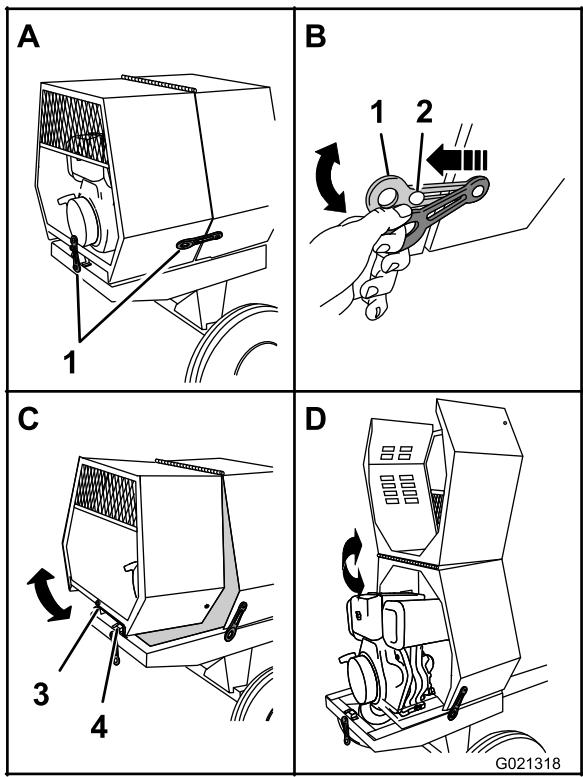

Figura 20
1. En el lado de la máquina, en la unión entre la cubierta delantera y la trasera, agarre el anillo del cierre y desengáñchelo del anclaje de la cubierta trasera (Figura 20).
3. En la parte trasera de la máquina donde la cubierta trasera se une al bastidor de la máquina, sujeté el anillo del cierre y retírelo del anclaje de la cubierta (Figura 20).
4. Gire la cubierta trasera hacia arriba y hacia adelante hasta que quede colocada sobre la cubierta delantera (Figura 20).
1. Gire la cubierta trasera hacia atrás y hacia abajo hasta que el alojamiento situado en el centro del borde inferior esté alineado con el perfil en V y enrasado con el bastidor de la máquina (Figura 20).
4. Repita el paso 3 en el otro lado de la máquina (Figura 20).